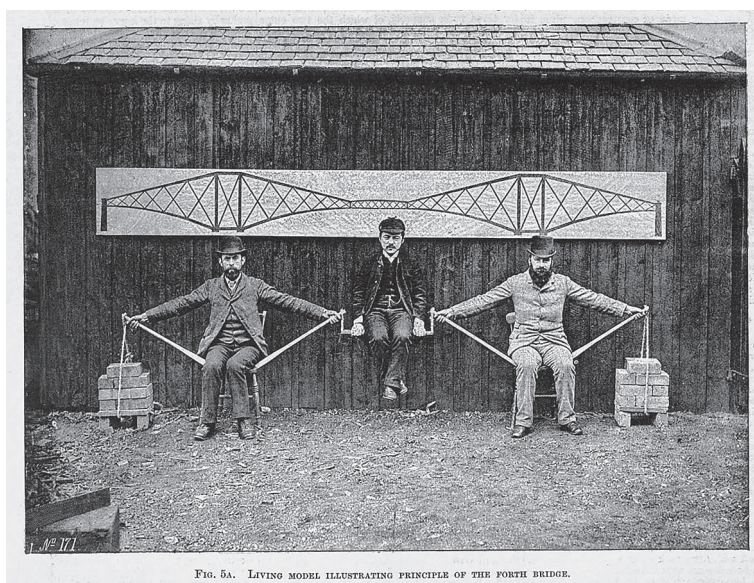

Figura 4.36. The Human Cantilever
*The Human Cantilever* (un'immagine simbolica immortalata in una famosa fotografia) (figura 4.36) fu utilizzata da Benjamin Baker per spiegare i semplici principi strutturali alla base della costruzione del ponte, e in particolare del funzionamento della struttura (piloni più arco) a sbalzo, in una lezione tenuta al Royal Institution.